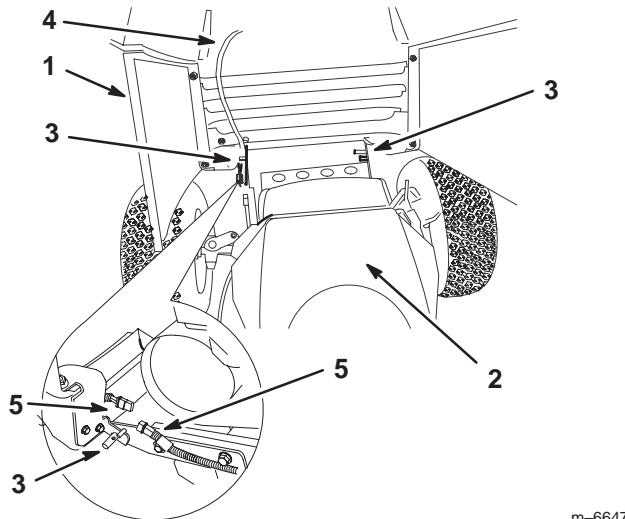

Bild 31
- Drehen Sie die Motorhaube nach vorne (Bild 31).
- Schließen Sie den Kabelbaum vorne links an der Maschine ab. Der Kabelbaum verläuft bis zu den Scheinwerfern (Bild 31).
- Schieben Sie die Motorhaube zur linken Seite der Maschine und von den Drehstiften herunter (Bild 31).
- Wenn Sie die Motorhaube montieren möchten, setzen Sie sie auf die Stifte und schließen Sie den Kabelbaum an (Bild 31).